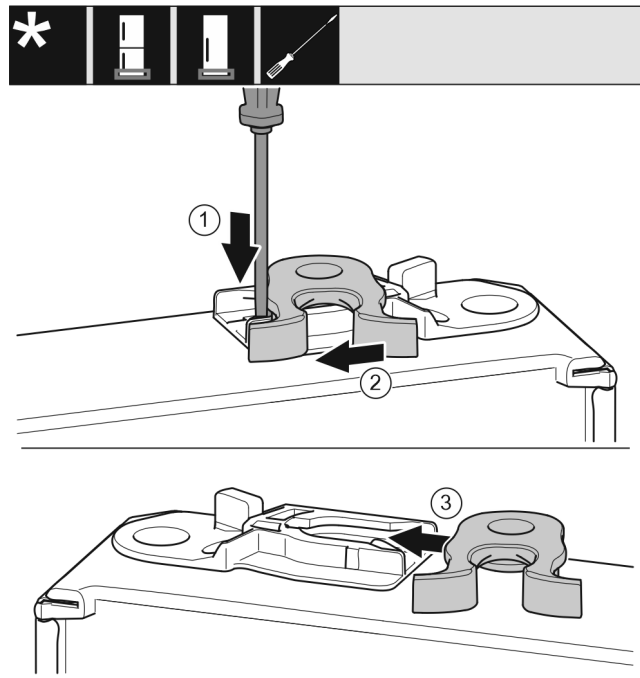

Fig. 16
- Plochým skrutkovačom zatlačte strmeň nadol. Fig. 16 (1)
- Zatvárací hák vytiahnite z vedenia. Fig. 16 (2)
- Zatvárací hák zasuňte na druhej strane do vedenia. Fig. 16 (3)